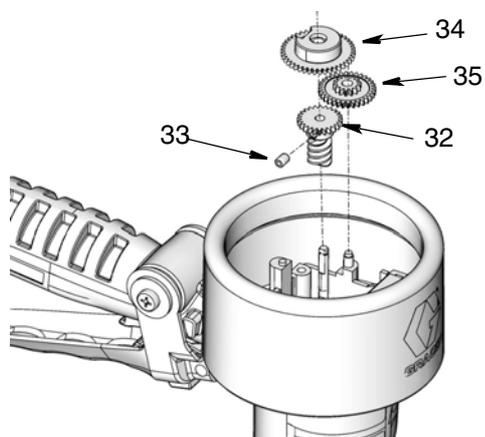

FIG. 21
2. Instale los engranajes (32, 34, 35) tal como se muestra en FIG. 21. Utilice una llave hexagonal de 2 mm para ajustar el tornillo de fijación del engranaje (33).